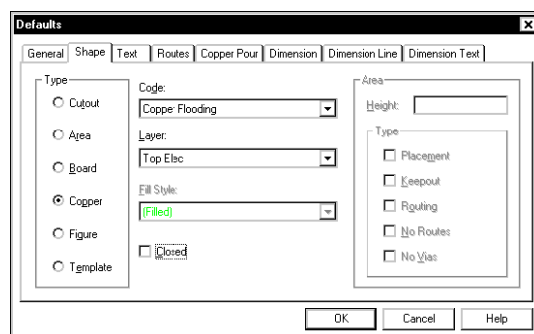

Рис. 25. Область заливки, полученная с помощью функции Maximise Copper.
10. В появившемся диалоговом окне Defaults перейдем на вкладку Shape (рис. 25), в поле Type выберем опцию Cooper, в выпадающем списке Code выберем стиль линий Copper Flooding, в списке Layer выберем слой Top Elec, в списке Fill Style выберем строку Filled, а также включим опцию Closed.